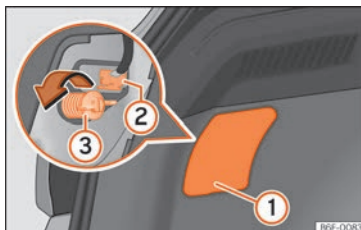
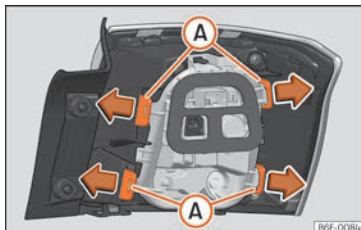

Fig. 107 Coffre à bagages : accès à la vis de fixation du feu arrière.
Fig. 108 Languettes de fixation au dos du feu arrière.
3. Enlevez le cache à l'aide du tournevis à tête plate au niveau de l'évidement » fig. 107 ①.
4. Retirez le connecteur ② de l'ampoule.
5. Dévissez à la main ou à l'aide d'un tournevis la vis de fixation du feu ③.
7. Déposez le porte-ampoule en déverrouillant les languettes de fixation » fig. 108 A.